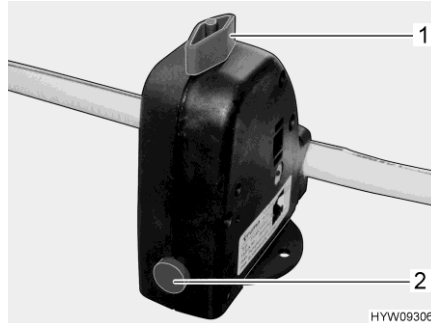

Fig. 89 Valvola di sicurezza/di scarico (boiler)
Il boiler è dotato di una valvola di sicurezza/di scarico (Fig. 89). La valvola di sicurezza/di scarico impedisce che l'acqua congeli nel boiler in presenza di basse temperature esterne, quando il riscaldamento dell'autocaravan non è acceso.
- Chiudere la valvola di sicurezza/di scarico. A tal fine ruotare la manopola (Fig. 89,1) verticalmente rispetto alla valvola di sicurezza/di scarico e premere verso l'interno il bottone automatico (Fig. 89,2).
- Aprire la valvola di sicurezza/di scarico. A tal fine ruotare la manopola (Fig. 89,1) nel senso della lunghezza della valvola di sicurezza/di scarico. Il bottone automatico (Fig. 89,2) scatta all'infuori. Il boiler viene svuotato verso l'esterno tramite la valvola di sicurezza/di scarico.